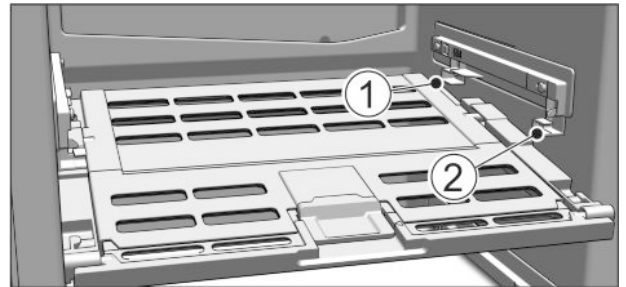

Fig. 48
▶ Introduceți capacul Fructe & legume mereu proaspete: Introduceți de jos ghidajele capacului în suportul de sprijin din spate Fig. 48 (1) și cuplați-le în față în suportul de sprijin Fig. 48 (2).